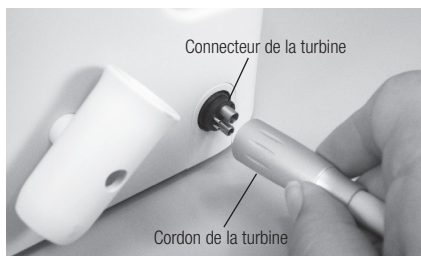

Fig. 4
- 1) Positionner le cordon de la turbine en regard de la prise située sur le boîtier de contrôle (Fig.4)